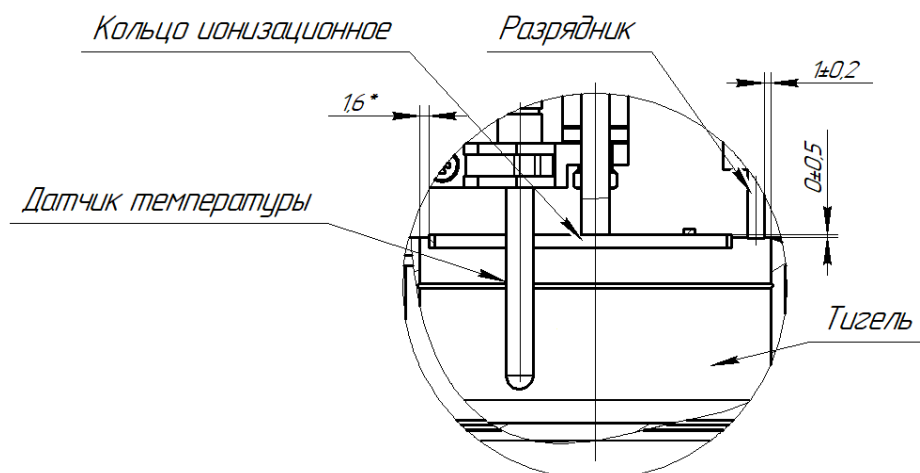

Рисунок 15 – Расположение элементов анализатора
5.9.2 Проверьте расположение ионизационного кольца, при необходимости скорректируйте, ослабив, а по завершению затянув, соответствующие гайки и винты. Требования к расположению ионизационного кольца (см. рис. 15):
5.9.3 Проверьте, а при необходимости скорректируйте высоту установки разрядника. Выступление или утопление разрядника относительно торца тигля 0,5мм (см. рис. 15).